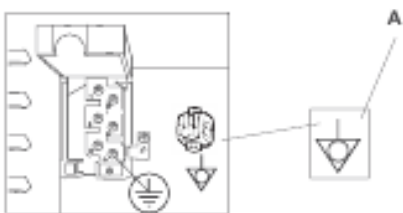

рис.5
- Печь должна быть включена в эквипотенциальную систему. Подсоединение осуществляется при помощи провода 2 с поперечным сечением как минимум 10 мм^2 , подсоединенным к разъему силовой платы (А-рис. 5), отмеченному символом расположенному на нижней панели прибора.